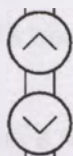

Рисунок 23
8.1.1.9 Нажмите кнопку регулировки высоты **Up/Down** для настройки положения упора для подбородка (см. рисунок 23). Упор для подбородка должен быть немного выше, чем подбородок пациента.